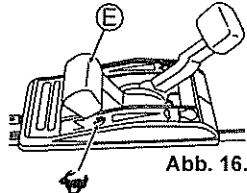

Abb. 16.
2 Stellen Sie den Gashebel (E) auf "STOP", um mit dem Mähen zu beginnen. (Siehe Abb. 16.)